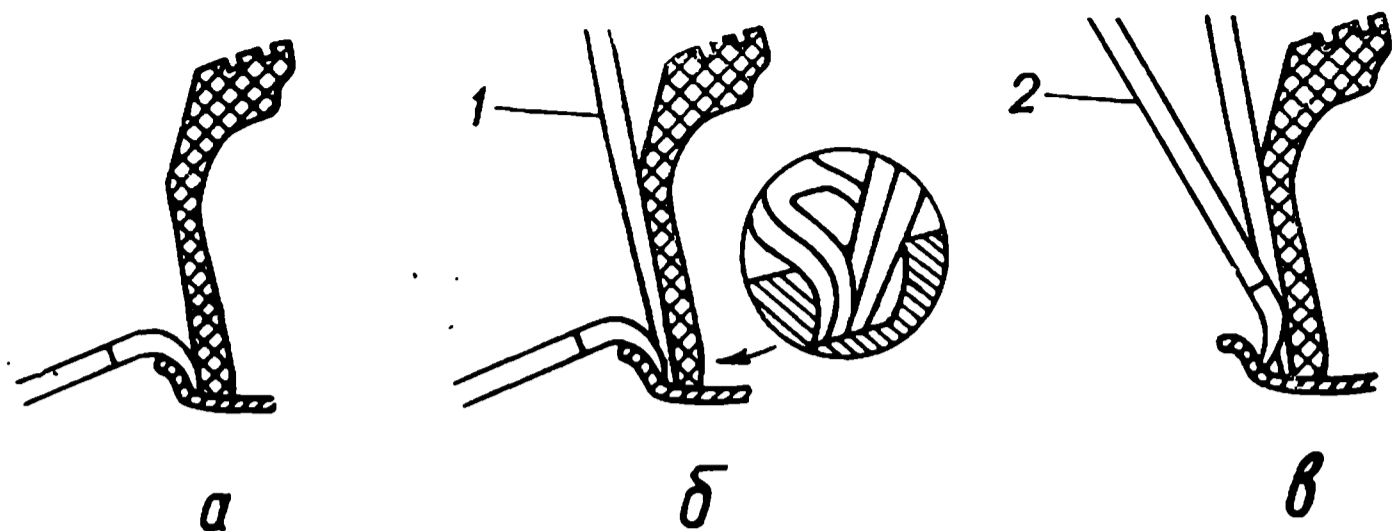

Рис. 34. Последовательность операции при демонтаже шин:
2. Вставить вилочную лопатку между шиной и бортовым кольцом и отжать борт шины последовательно по всему периметру (рис. 34, а).
разместить лопатки таким образом, чтобы прямая лопатка находилась в пазу вилочной (рис. 34, б).
Вилочной лопаткой продолжать отжатие борта шины (рис. 34, в) до тех пор, пока не будет снят борт шины с конической полки бортового кольца.